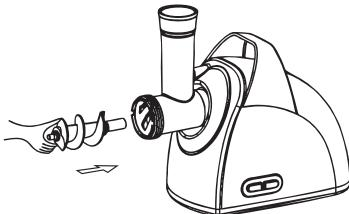

Рис.3
7.1.2 Поместите шнек в горловину узким концом вперёд и слегка проверните его пока он не войдет в тесный контакт с приводом электродвигателя (рис. 3).